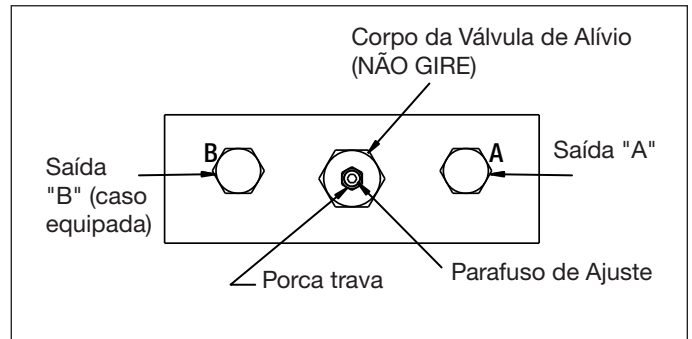

Figura 10
1. Instale um manômetro 0-1,035 bar [0-15,000 psi] na saída “A” (ver figura 10).
1. Instale um manômetro 0-1,035 bar [l a 0-15,000 psi] na saída "A" (ver figura 10).